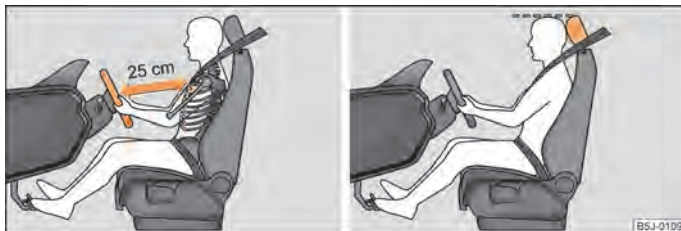

Fig. 96 La distancia correcta entre el conductor y el volante/el ajuste correcto del reposacabezas del conductor
- Ajuste el volante de tal modo, que la distancia entre el volante y el esternón sea, como mínimo, de 25 cm ⇒ **fig. 96** - lado izquierdo.
- Ajuste el reposacabezas de tal modo, que el borde superior del mismo se encuentre de ser posible a la misma altura que la parte superior de su cabeza ⇒ **fig. 96** - lado derecho
- El conductor se ha de mantener a una distancia mínima de 25 cm del volante ⇒ **fig. 96**. Si no respeta la distancia mínima, el sistema de airbag no podrá protegerle - ¡Peligro de muerte!
- Ajuste los reposacabezas de tal modo, que el borde superior de los mismos se encuentre de ser posible a la misma altura que la parte superior de la cabeza → fig. 96 - lado derecho.